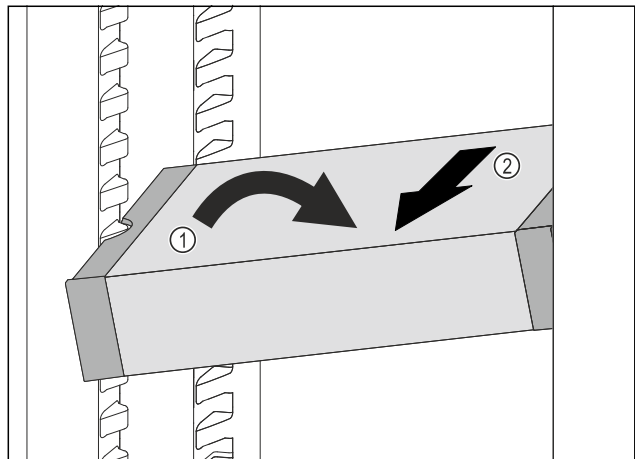

Fig. 69
- ▶ Встановити VarioSafe під кутом в охолоджувальному відділенні. Fig. 69 (1)
- ▶ Витягнути VarioSafe вперед. Fig. 69 (2)